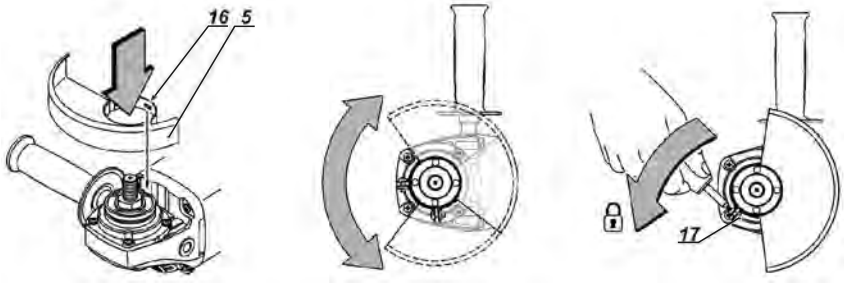

Fig. 3 – Montaje y posicionamiento de la tapa de protección
- 2 - Suelte el tornillo (17), Fig. 3;
- 3 - Posicione el encaje de la tapa de protección (16) en el canal de la brida de la máquina;
- 4 - Posicione la tapa de protección (5) de acuerdo al trabajo a ser realizado;
- 5 - Apriete el tornillo (17) en la posición deseada.